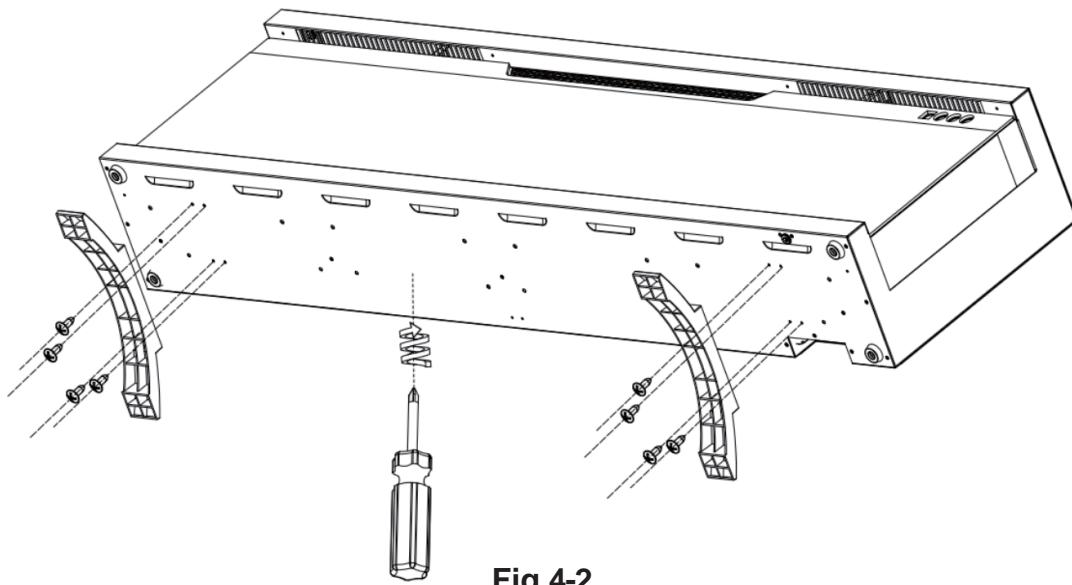

Fig 4-2
F. Fissare i due piedini (in dotazione) alla parte inferiore della scatola del camino utilizzando le viti precedentemente rimosse (**Fig. 4-2**).